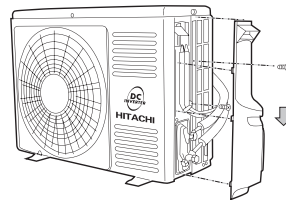

图22
(1) 将右侧板上边盖拆开。(如图22)
(2) 将截止阀的纳嘴与密封帽拆开。